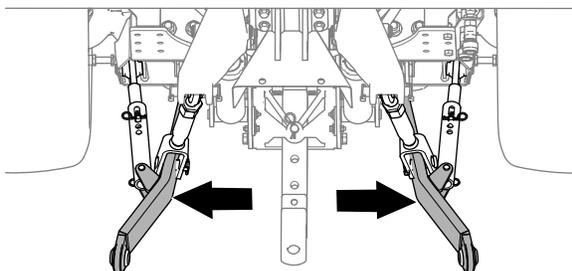

**Figura 17**
4. Posicione o arejador de modo a que os braços da ligação inferior da unidade de tração fiquem alinhados com os pinos do braço de elevação do arejador (Figura 17).
5. Monte os braços da ligação interior nos pinos do braço de elevação e prenda os braços com os pinos de sujeição (Figura 17).